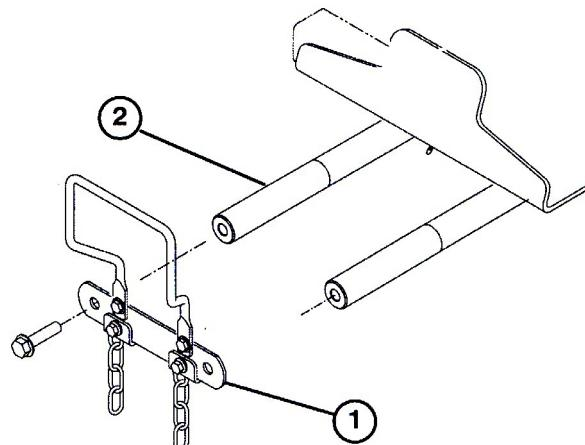

図8
- 昇降アームのピボット・シャフト・リンクとピボット・シャフトを分離(キャップスクリュ2個を外す)する。とりはずしたリンクとキャップスクリュは保管する(図8)。